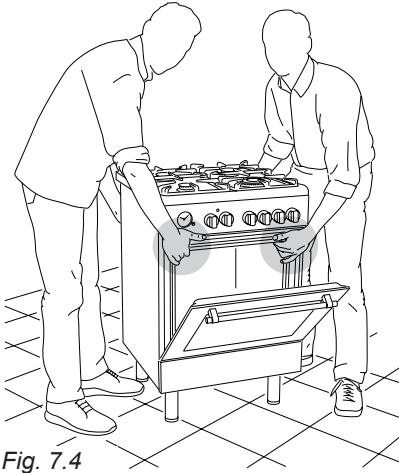
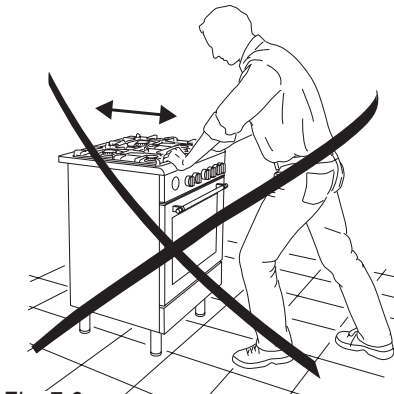

Fig. 7.4
Fig. 7.6
**ATTENZIONE:** La cucina deve essere sempre raddrizzata da due persone per evitare di danneggiare i piedi (fig. 7.4).
**ATTENZIONE :** Quando si sposta la cucina nella sua posizione definitiva, **NON TRASCINARLA** (fig. 7.6), ma sollevare i piedi dal pavimento (fig. 7.4).